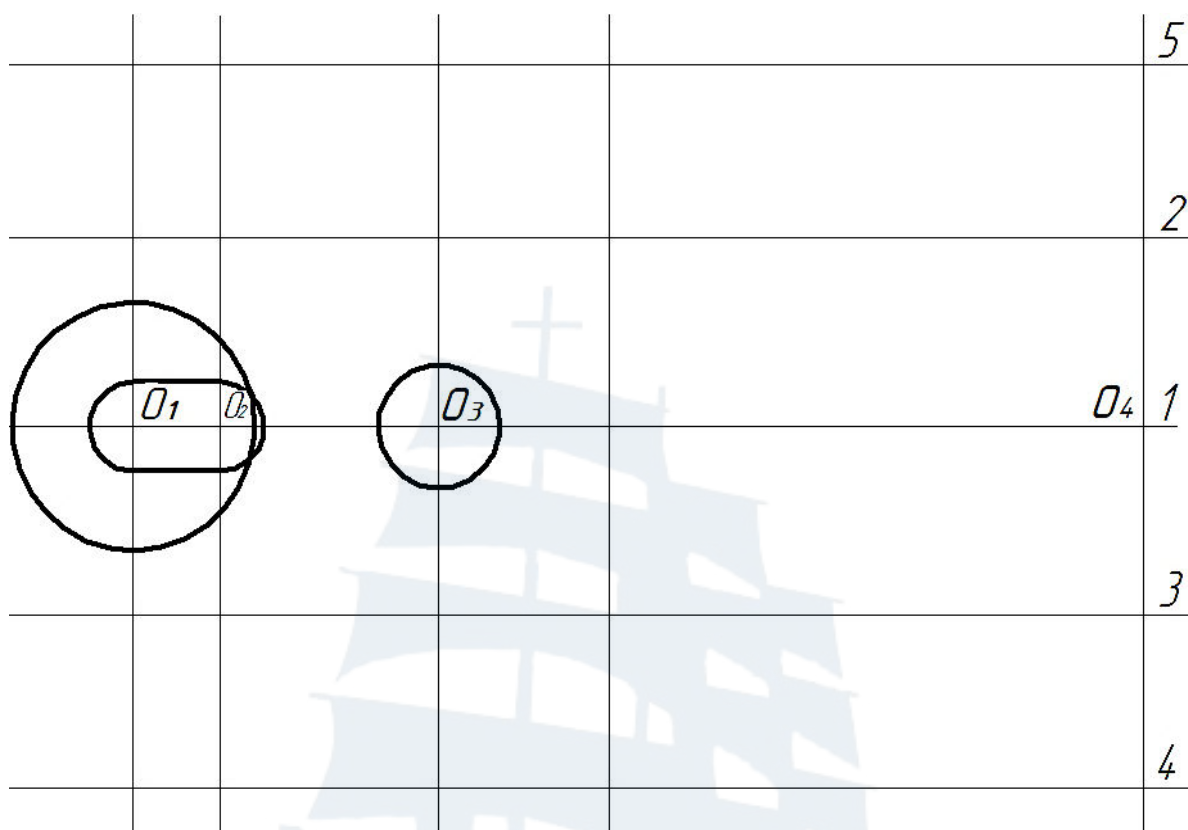

Рис. 123
8. Из центра O_3 построить окружность диаметром **25 мм** (рис. 123).
9. Из центра O_1 построить окружность радиусом **25 мм** (рис. 123).